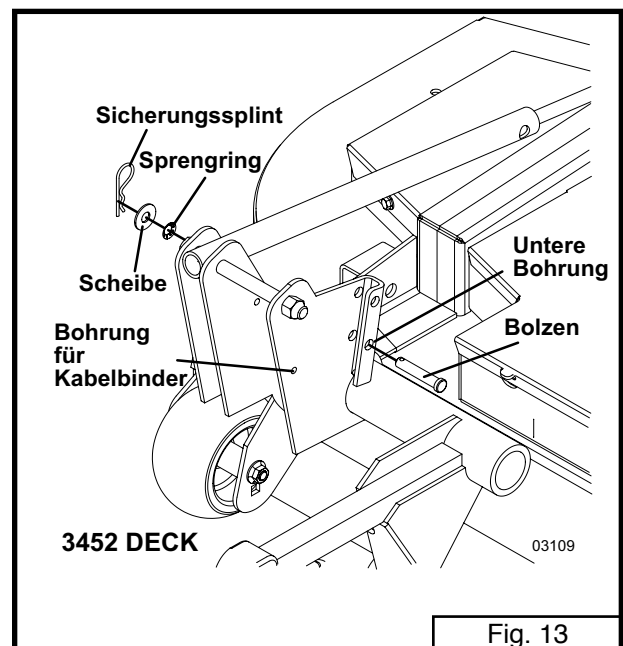

Fig. 13
- Bei einem 3452 Deck sollte der linke Bolzen in die untere Bohrung der Halterung eingesetzt werden (Abb. 13).